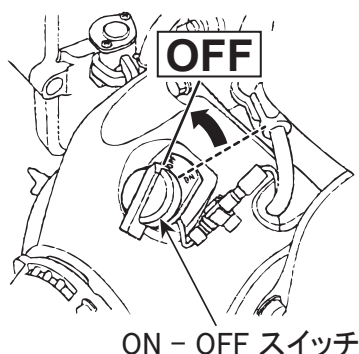

図 11
1. 调速レバーを高速からアイドルへ切り替え、3～5分ほどの間低速運転します。エンジンの温度が下がったらエンジンON-OFFスイッチを「OFF」の位置に回してください。(図11)